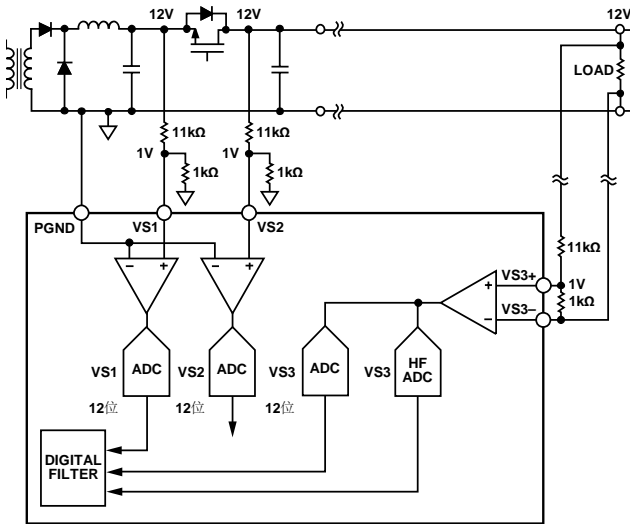

图17. 电压检测配置
VS1用于电源输出LC滤波器(OrFET的前端)输出端的电源电压监控和保护。输出电压需要经过一个外部的电阻分压网络然后连接到VS1引脚，以便使VS1引脚上的标称输入电压变为1 V(见图17)。该电阻分压网络是必须的，因为VS1 ADC的输入范围为0 V至1.6 V(12位读数)。经分压处理后的信号在内部作为低速Σ-Δ型ADC的输入。VS1 ADC输出至数字滤波器，同时每隔10 ms更新寄存器0x15。VS1信号以PGND作为参考基准。关断OrFET时，VS1检测点作为电源的环路调节输出，而非VS3±检测点。
VS2与VS1一同用于控制OrFET栅极驱动器的开启和关断。VS2检测点同样需要经过一个外部电阻分压网络后再连接到VS2引脚，以便使VS2引脚上的标称电压变为1 V(见图17)。
VS3±用于监控和保护远程负载电压。完全差分输入VS3±是电源控制环路的主要反馈检测点。电源的VS3±检测点需要一个外部电阻分压网络，以便使VS3±引脚上的标称共模信号变为1 V(见图17)。该电阻分压网络是必须的，因为VS3 ADC的输入范围为0 V至1.6 V。经分压处理后的信号在内部作为高频(HF) ADC的输入。VS3 ADC输出至数字滤波器，同时每隔10 ms更新寄存器0x17。HF ADC的输出同时也将被用于电源的高频反馈控制环路。